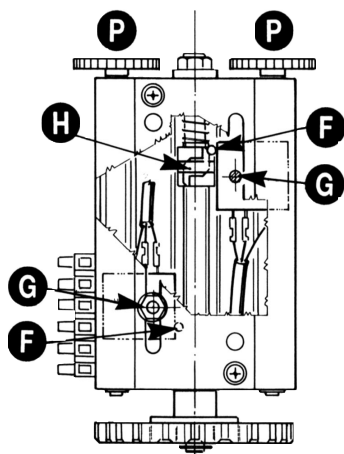

Fig. 7
Per la regolazione (fig. 7): sbloccare i dadi G. Stabilito il senso di spostamento della camme H sia in apertura che in chiusura, posizionare a vista i due finecorsa F agendo sui pomoli P. Dopo aver verificato il corretto funzionamento elettrico dei due microswitches si perfeziona la loro posizione fino ad ottenere l'arresto in apertura e in chiusura nella posizione voluta, poi si bloccano i dadi G. N.B. Il finecorsa viene utilizzato per cancelli aventi lunghezza Max di 10,5 metri.
- 1 - **Dopo aver posizionato le camme di finecorsa sulla cremagliera (Fig.7 pag.4)** mettere il Dip1 in posizione ON. Il led DL5 inizia a lampeggiare.